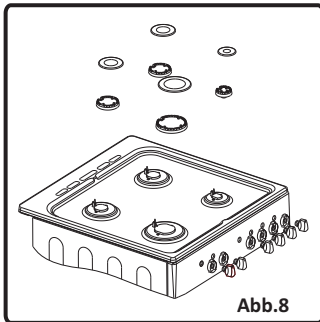

Abb.8
- Schrauben Sie die Düsen ab. Verwenden Sie dazu einen 7 mm-Schlüssel (Abb. 8).
- Entfernen Sie die Brennerkappe und den oberen Brenner (Abb. 8).